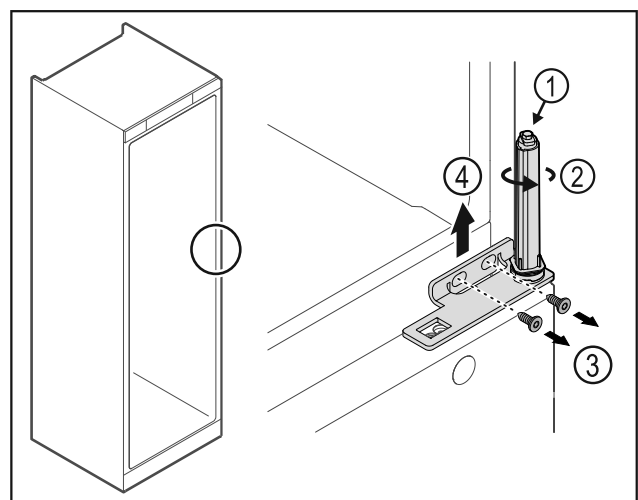

Fig. 26
- ▶ Neardykite durų uždarymo sistemos Fig. 26 (1).
- ▶ Sukite uždarymo sistemą Fig. 26 (2), kol ji užsifiksuos.
- ▶ Atlaisvinkite varžtus Fig. 26 (3), nuimkite šarnyrinį kamputį Fig. 26 (4) į viršų.